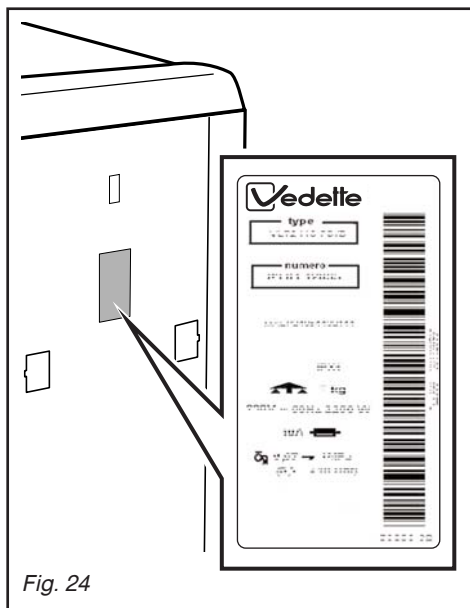

Fig. 24
– Les éventuelles interventions sur votre appareil doivent être effectuées par un professionnel qualifié dépositaire de la marque. Lors de votre appel, mentionnez la référence complète de votre appareil (modèle, type, numéro de série). Ces renseignements figurent sur la plaque signalétique située au dos de votre appareil (voir Fig. 24).